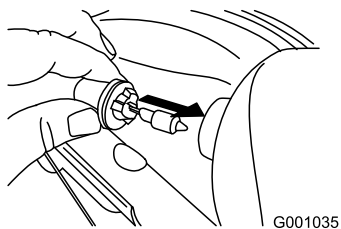

Figure 54
4. Introduisez une ampoule neuve dans le phare par l'arrière (Figure 54).